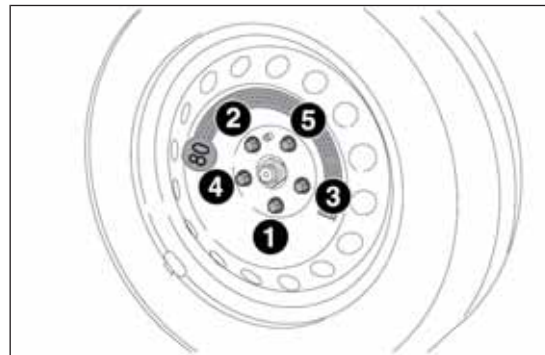

fig. 37
- ☐ mediante l'utilizzo della chiave A, avvitare a fondo le colonnette, passando alternativamente da una colonnetta a quella diametralmente opposta, secondo l'ordine numerico illustrato in fig. 37;